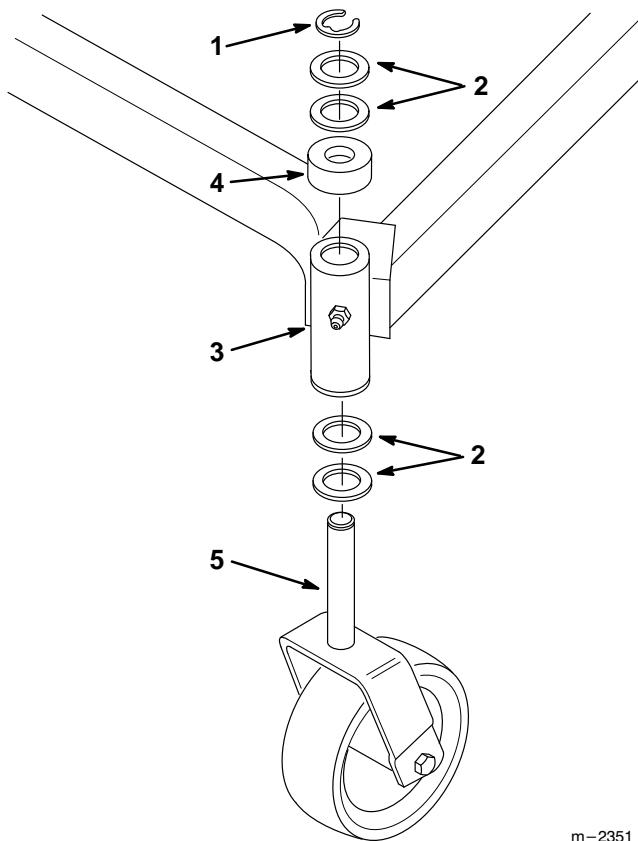

Figure 3
1. Placer le déflecteur d'éjection en position au bout du conduit d'éjection (Fig. 3), en couvrant ce dernier sur une largeur de 1 pouce (2,5 cm).
3. Fixer l'extension au conduit d'éjection à l'aide de 2 boulons de 5/16 x 19 mm insérés par le bas et de contre-écrous minces (Fig. 3).
1. Placer 2 rondelles de butée sur la fourchette de la roue pivotante (Fig. 3).
2. Insérer la fourchette de la roue dans le fourreau du châssis porteur (Fig. 3).
3. Placer 2 rondelles de butée et l'entretoise sur la tige de fourchette de la roue, et fixer le tout à l'aide d'un circlip (Fig. 3).